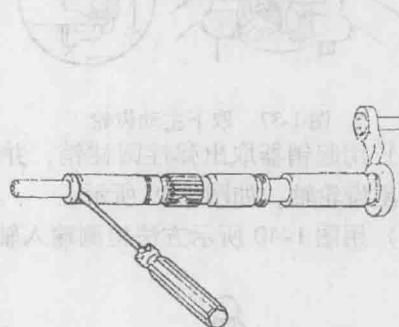

图 1-32 拆下换挡导轴
32) 从换档盖中拆下换挡导轴及防尘罩，并按图 1-32 所示方法取下垫片。